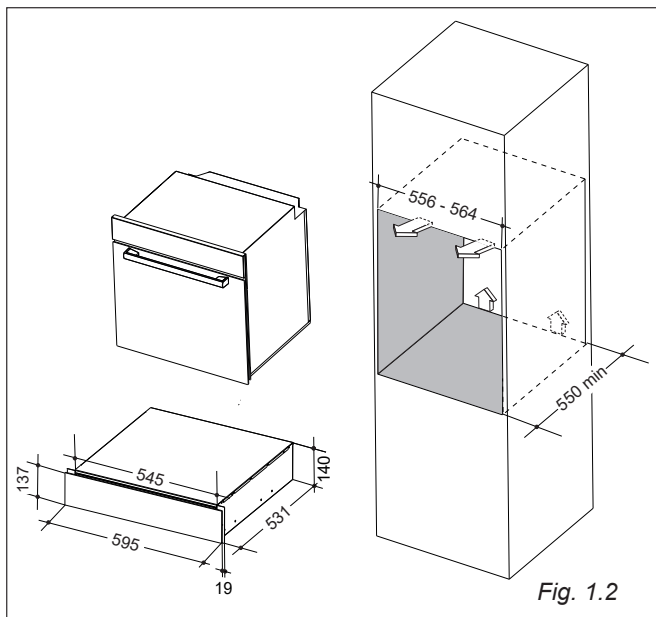

Fig. 1.2
- **Installation associée à un autre appareil :** l'unité de logement doit comporter une tablette intérieure fixe capable de supporter le poids du tiroir et du deuxième appareil, qui peut être placé directement sur le tiroir, sans qu'il soit nécessaire de prévoir une tablette de séparation (fig. 1.2).